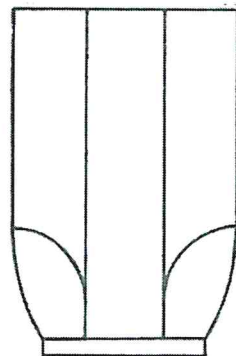

Рис. 1
1. Для того, чтобы смоделировать представленную на рис. 1 блузку перемещением основной вытачки на базовой